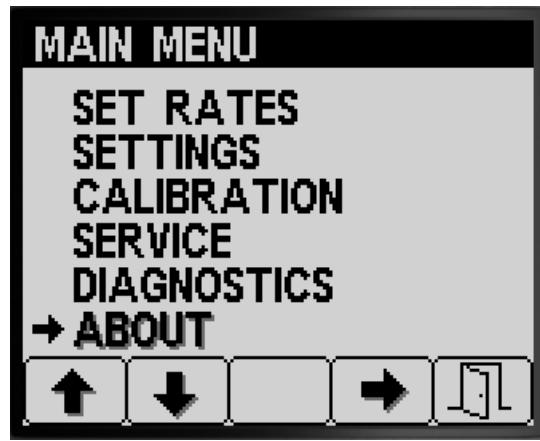

Figura 88
1. Para acceder a la pantalla Acerca de, pulse el botón 1 o el botón 2 en la pantalla MENÚ PRINCIPAL para desplazarse a la opción ACERCA DE (Figura 88).
2. Pulse el botón 4 para seleccionar el submenú Acerca de (Figura 88).